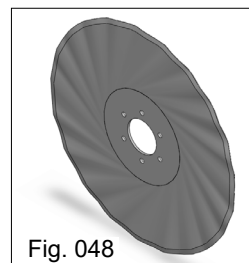

Fig. 048
c) Disco de corte turbo de 20": Adequado para qualquer tipo de solo e palhada. Também realiza o corte e o espalhamento da palhada à frente do sulcador, evitando o envelopamento da semente e o espelhamento do sulco (Fig. 048).